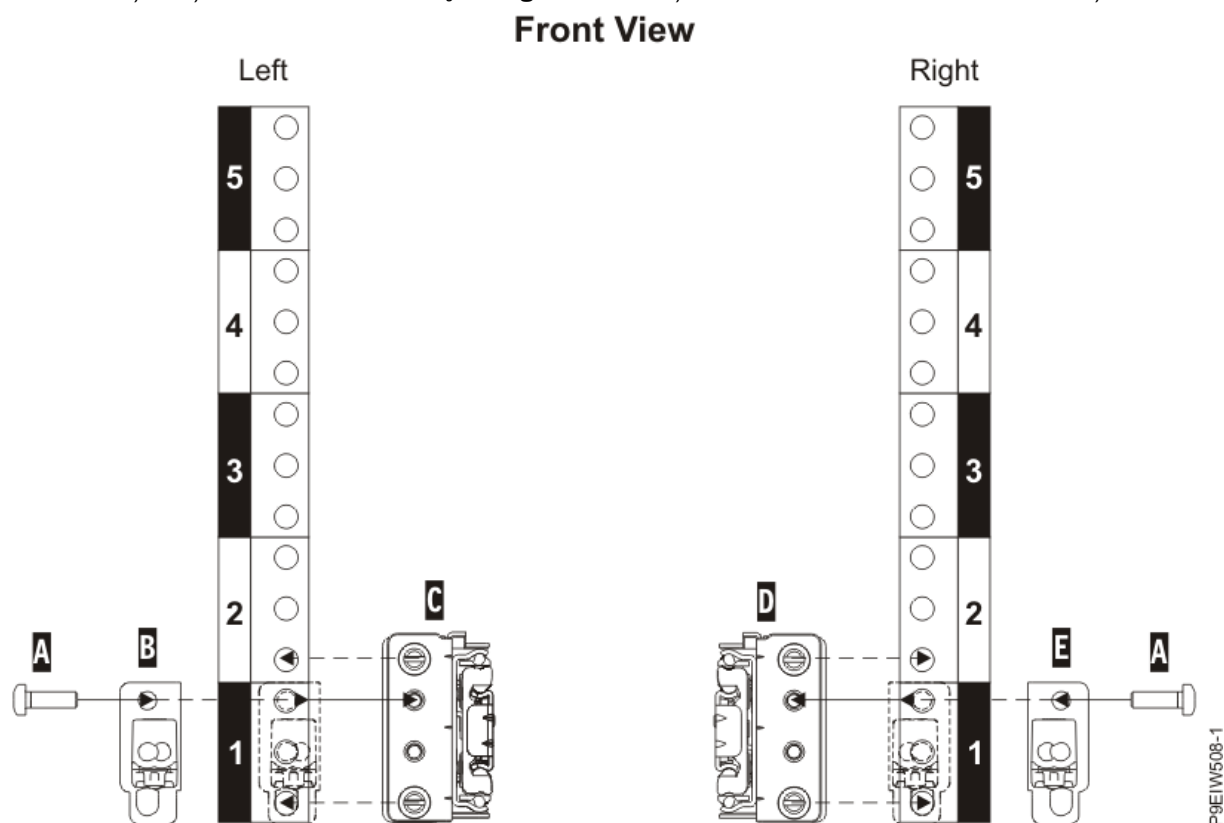

Figura 4. Atașarea șinelor de glisare în partea din față a dulapului
2. În partea din față a dulapului, poziționați șina de glisare din stânga (**C**) între standardele de montare EIA din față-stânga și din spatele dulapului, așa cum se arată în Figura 4 la pagina 5.
5. Poziționați colțarul cu zăvor (**B**) astfel încât să acopere spațiul EIA din față al șinei de glisare, așa cum este arătat în Figura 4 la pagina 5.
7. Repetați pașii "1" la pagina 5 până la "6" la pagina 5 pentru șina de glisare din dreapta (**D**), așa cum se arată în Figura 4 la pagina 5. Șina de glisare din dreapta este marcată cu identificatorul R pe locația din față.